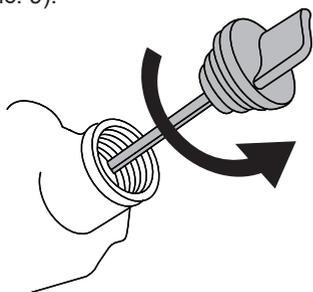

Рис. 9. Крышка-щуп маслозаливной горловины
3. Открутите крышку-щуп маслозаливной горловины и извлеките щуп (Рис. 9).
3. Выкрутите крышку-щуп маслосазливной горловины и извлеките щуп (Рис. 9).